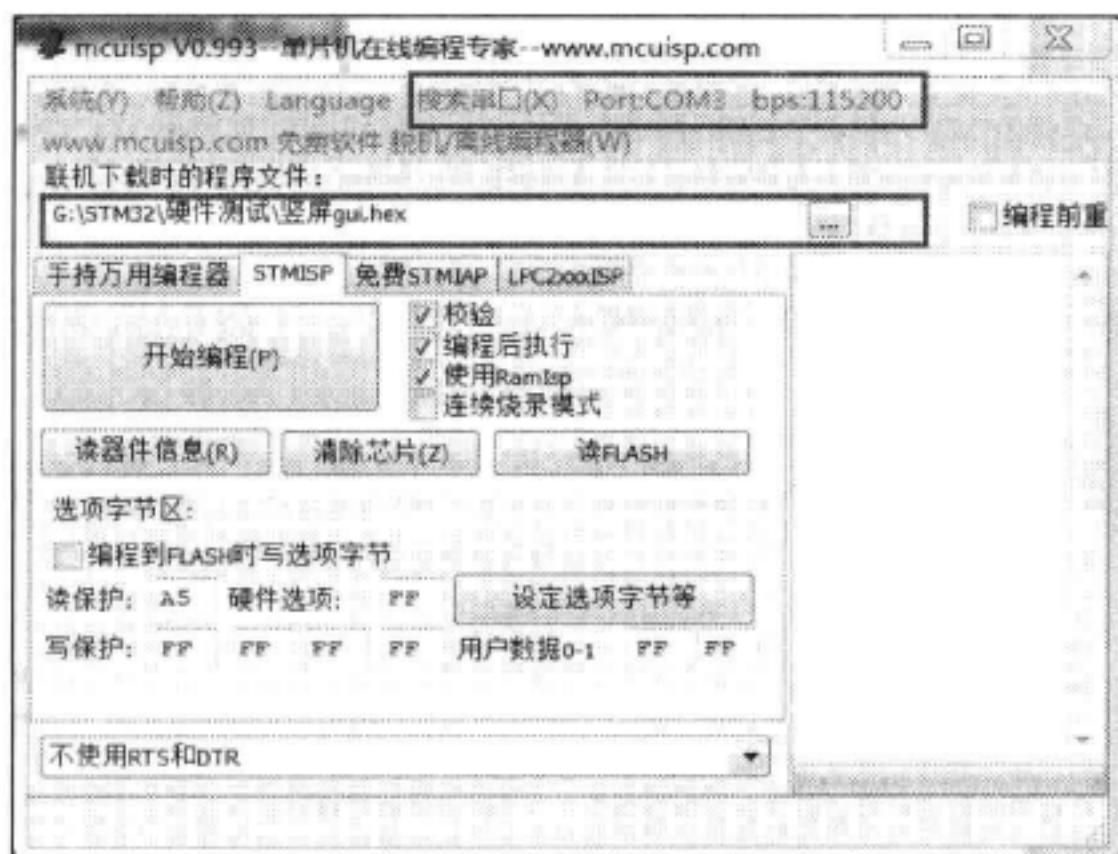

图 3-40 ISP 下载软件
4) 设置波特率为 115200。选择要下载的程序。在开发板自带的例程中，可执行文件（hex 文件）都在工程目录下 Output 这个文件下，见图 3-40。